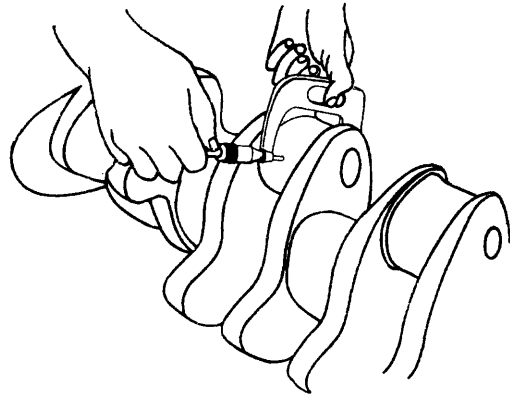

Fig. 1
- c Determine el desgaste de los muñones, midiendo con micrómetro, la conicidad y ovalización y compare con las especificaciones del fabricante (fig. 1).